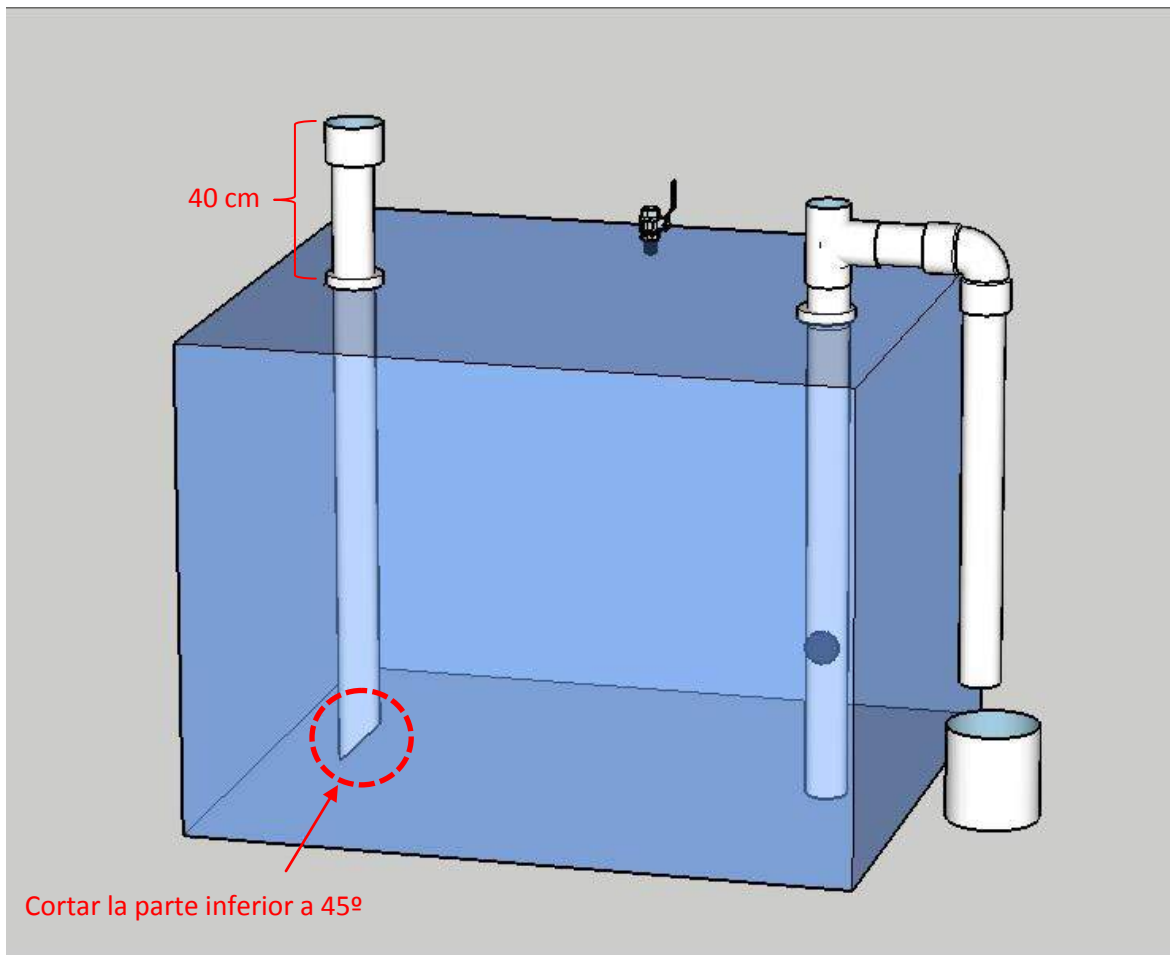

Imagen 3 Caño alimentación del sustrato
b) Uno de los caños mencionados en el inciso anterior, será el de alimentación del sustrato. El mismo debe cortarse a 45° en uno de sus extremos, para facilitar la entrada del sustrato (Ver Imagen 3). Antes de colocar el tubo de PVC de ingreso de sustrato, debemos tomar la medida de la altura del tanque, y considerar que el mismo debe salir como mínimo unos 40 cm, por encima de la parte superior del tanque, como se muestra en la imagen 3. Pegar y sellar los orificios con sellarosca.